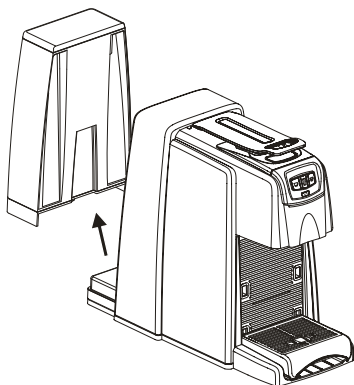

Fig. 7
- Riempire il serbatoio con acqua fresca, non gasata, almeno 700 ml (Fig.7).
- Riempire il serbatoio con acqua fresca, non gasata (Fig.7).
- Riempire il serbatoio acqua con acqua fresca, non gasata (Fig.7).